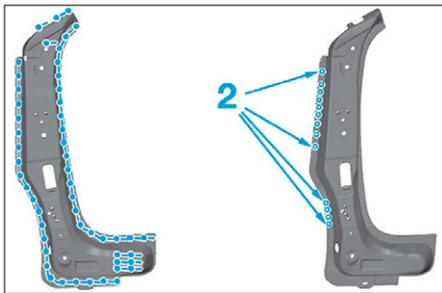

FIG. 58
- Tracer en (2) puis percer au Ø 6,5 mm (ou 8 mm pour les fortes épaisseurs) pour un soudage ultérieur par points bouchons (Fig.58).